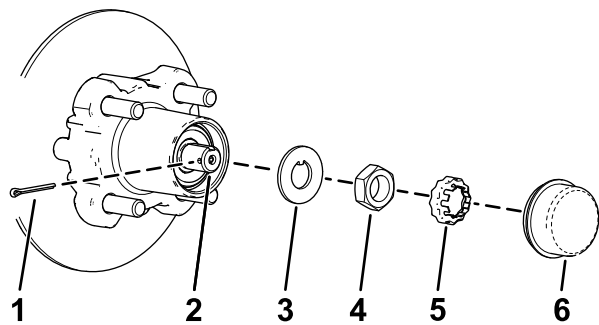
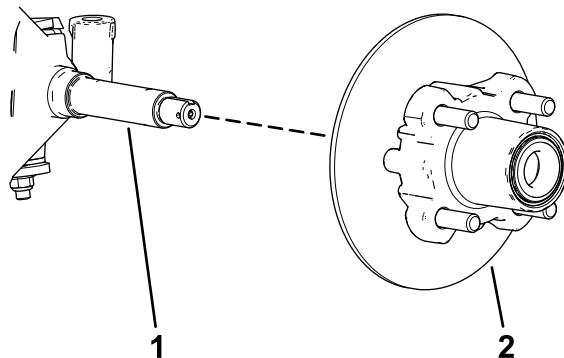

图 32
图 33
4. 从轮毂上卸下防尘盖 图 32。
5. 从主轴和主轴螺母上卸下开口销和螺母卡环 图 32。
6. 从主轴上卸下主轴螺母将轮毂和转子总成从主轴上分开 图 32和图 33。